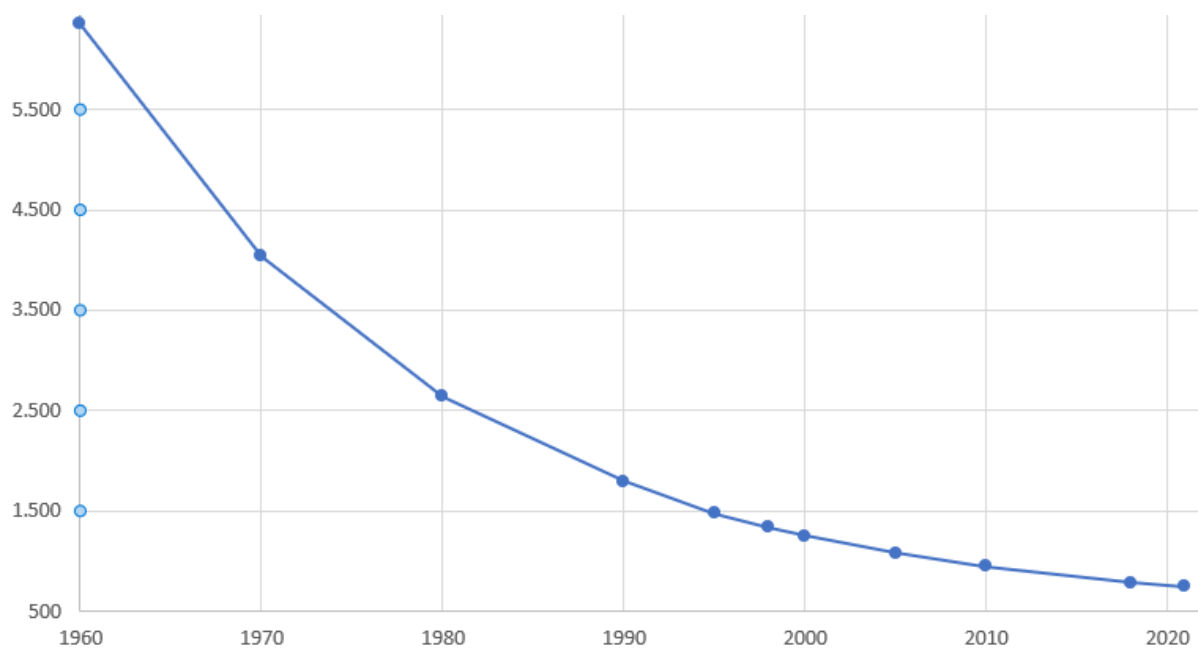

fig. 2. luchtdichtheid- en ventilatie verliezen naar bouwjaar van woningen vanaf 1960 tot 2020
- B. luchtdichtheid van het gebouw of anders gezegd, hoe lek is een gebouw (zie fig 2.)